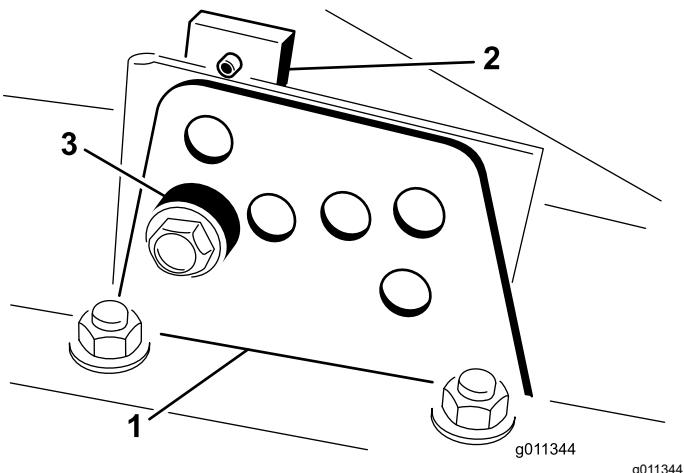

Figura 21
y en cada lado), según se muestra en la Figura 21.
- Sostenga la cámara y retire el espaciador (Figura 21).